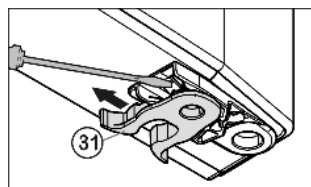

Fig. 6
- ▶ Pružinovou svorku *Fig. 6 (31)* přesadit: Stisknout zarážku pro uchycení, přesto stáhněte pružinovou svorku.